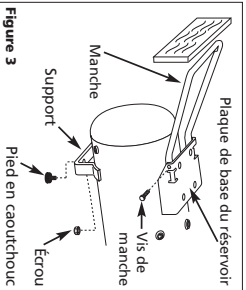

Figure 3
- Introduire le manche dans les deux bords de la plaque de base du réservoir. Serrez le manche afin qu'il s'ajuste dans les ouvertures spéciaux dans la plaque de base (Voir Figure 3).